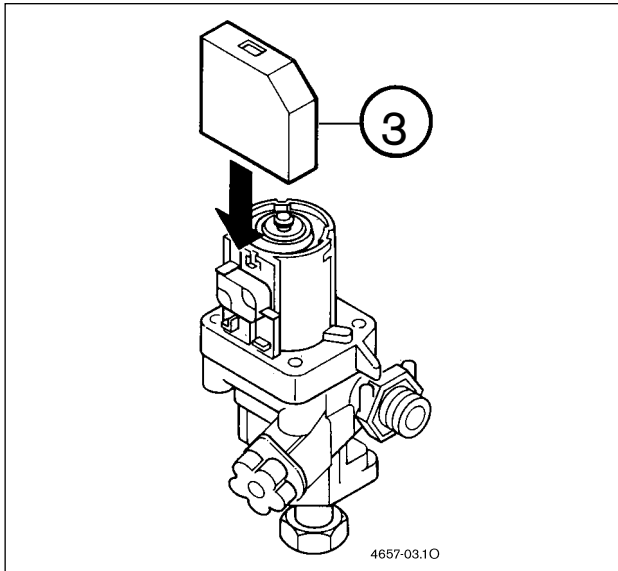

Figura 3
- Montare, come da figura 3, la protezione (3) del microinteruttore.